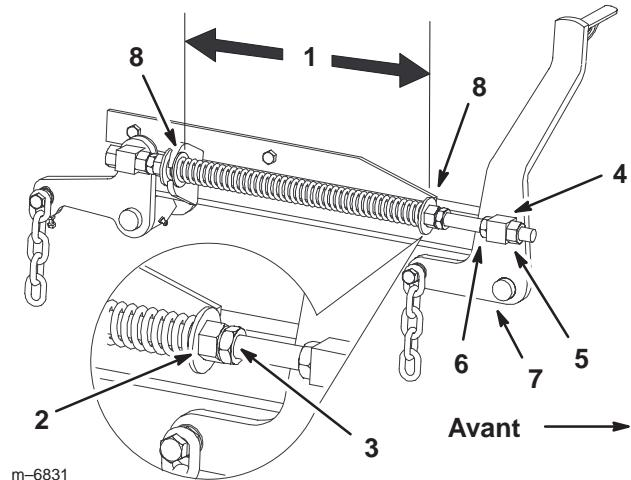

Figure 72
7. Desserrez d'environ 13 mm (1/2 pouce) les écrous de blocage à l'avant des pivots avant gauche et droit (Fig. 72).
8. Réglez les écrous de relevage sur les côtés gauche et droit de la machine de manière à **abaisser l'avant de 6 à 10 mm (1/4 à 3/8 pouce) au point A par rapport au point B à l'arrière** (Fig. 72).
2. Vérifiez que les deux grandes rondelles sont espacées de 26,7 cm (10-1/2 pouces) (Fig. 72).
3. Réglez cette distance en desserrant l'écrou de blocage du ressort et en tournant l'écrou devant chaque ressort (Fig. 72). Tournez l'écrou dans le sens horaire pour raccourcir le ressort, et dans le sens inverse pour l'allonger.
4. Bloquez l'écrou en position en serrant l'écrou de blocage du ressort (Fig. 72).